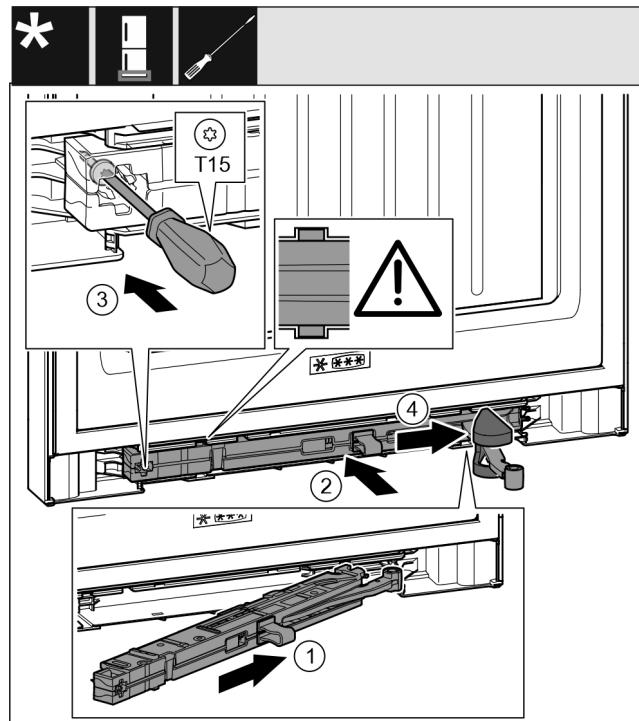

Fig. 49
- ▶ 将托架侧面的关门阻尼单元 Fig. 49 (1)倾斜插入凹槽直至止挡装置。
- ▶ 将关门阻尼单元 Fig. 49 (2)完全地推入凹槽。
- ▶ 用螺丝刀拧紧螺钉 Fig. 49 (3)。
- ▶ 将盖板 Fig. 49 (4)推到铰链上方。